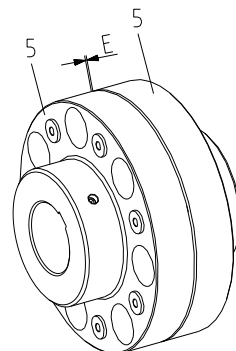

図 15
- ハブの端面間距離が寸法 E になるまで機械を軸方向に移動して下さい(図 15 をご参照)。